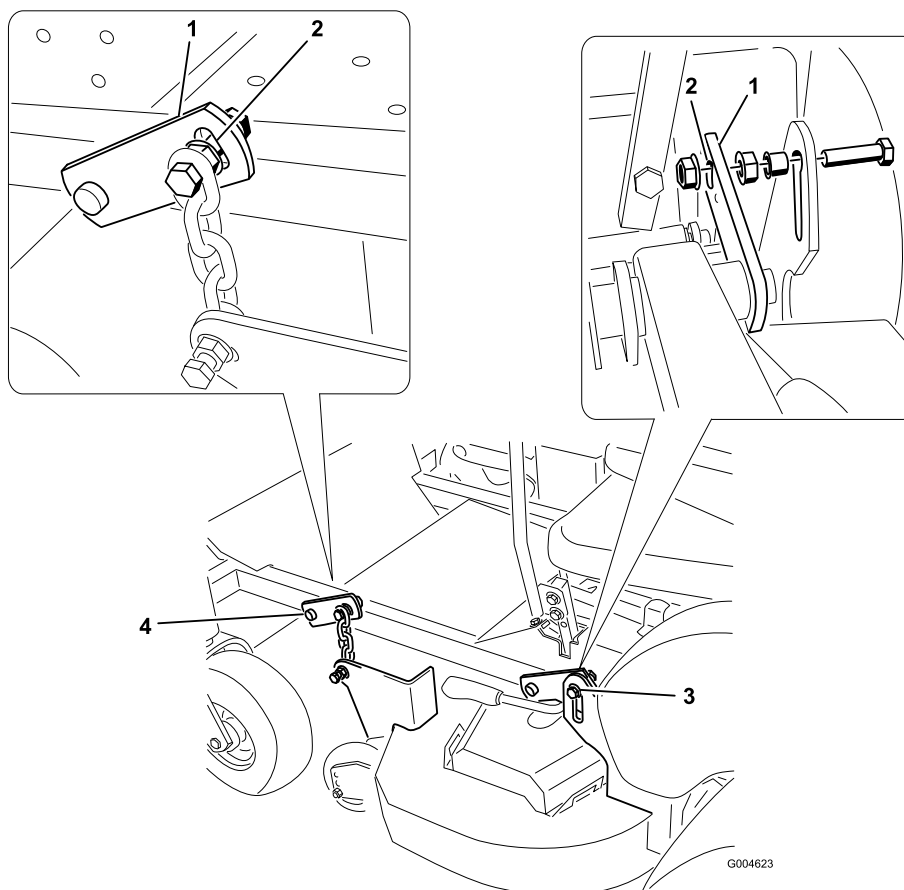

Figura 54
7. Allentate i bulloni che collegano le due catene e le due staffe posteriori al tosaerba (Figura 54).
8. Regolate i due bulloni posteriori in modo che si trovino nel mezzo della scanalatura situata nella staffa orientabile (Figura 54).
10. Regolate il bullone anteriore laterale di scarico in modo che si trovi nel mezzo della scanalatura situata nella staffa orientabile (Figura 54).